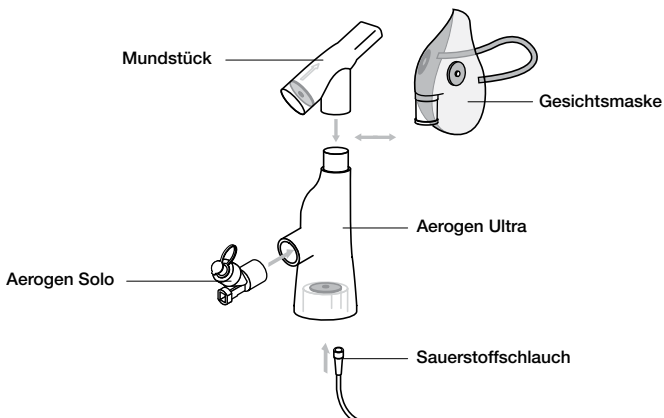

Abbildung 4. Aufbau des Aerogen Ultras
1. Den Aerogen Solo-Vernebler wie in Abbildung 4 gezeigt fest in der dargestellten Ausrichtung in den Aerogen Ultra einsetzen.